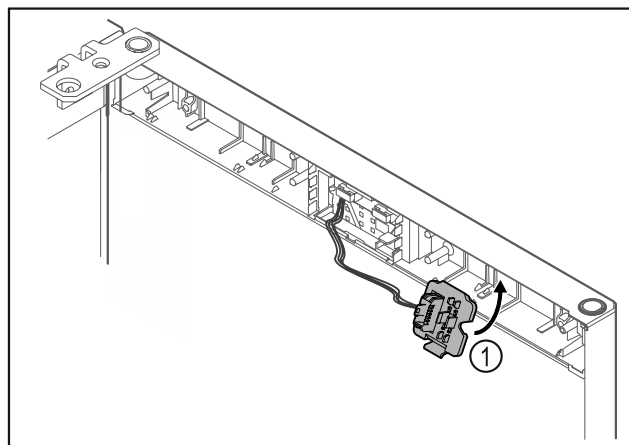

Fig. 18
- ▶ Фиксирайте държача на щекера Fig. 18 (1) от противоположната страна.